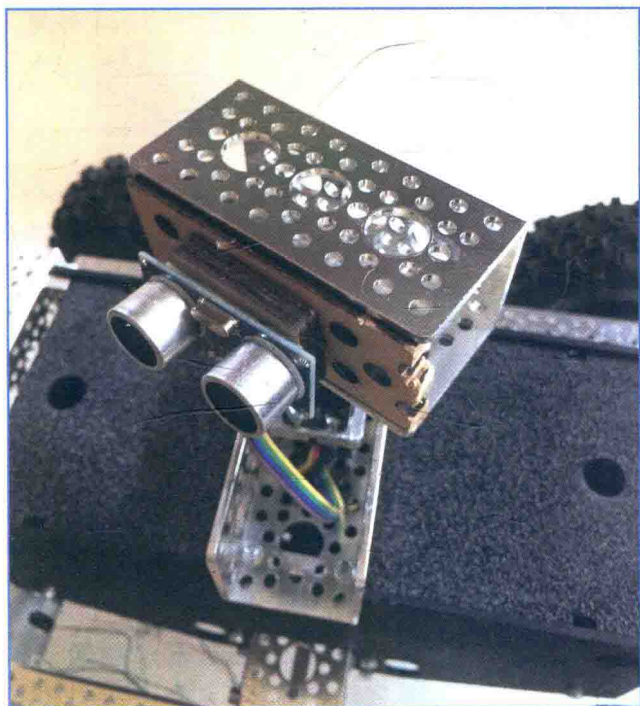

图 13.25 安装超声波传感器总成
- 16.** 在 3 英寸凹槽中安装超声波传感器总成。使用 #3 平头螺丝固定木片，或者只使用摩擦法：我使用的木片宽度正好，可以不用五金件固定。图 13.25 展示了其外观。